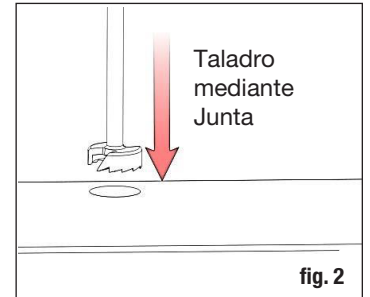

fig. 2
Paso 3: Utilice una sierra de corona bimetálica de 7/8 pulg de diámetro para postes de aluminio o una broca Forstner de 7/8 pulg en postes y tablas no metálicas para perforar un orificio de fondo plano (fig. 2). *Nota: Asegúrese de que el diámetro no sea mayor a 7/8 pulg, ya que la luz requiere un ajuste perfecto para una función ideal. Se recomienda asegurarse de que la broca proporcione un orificio lo suficientemente apretado en un trozo de poste o tabla de terraza antes de perforar. Desconecte el extremo macho del arnés del extremo hembra de la luz. Inserte el extremo macho del arnés a través de la parte posterior del orificio perforado.*